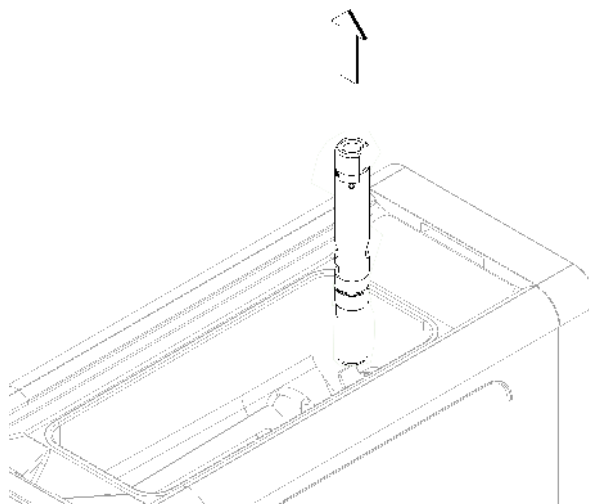
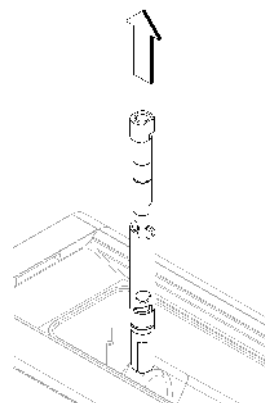

figure 19
figure 20
**5** Enlever le tube de mélange et le démonter (voir figure 19) et (voir figure 20).
4 Remonter le groupe du robinet en suivant la séquence inverse à celle illustrée sur la Figure 19 et le remettre dans son siège.